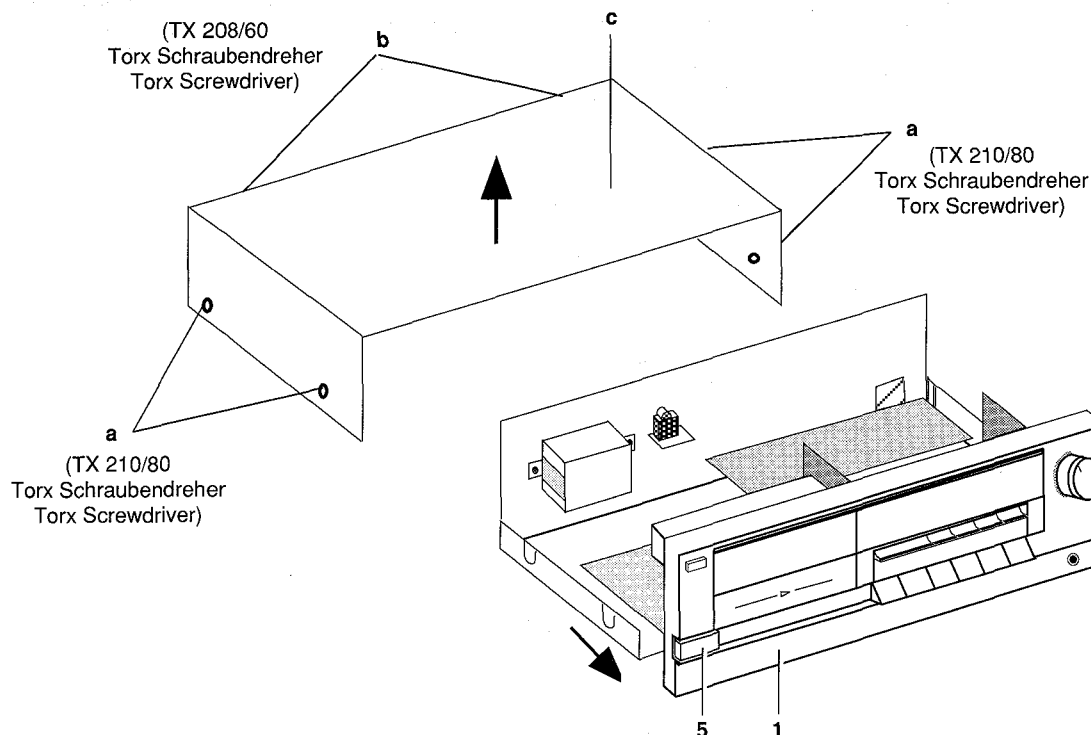

Abb. 5
1. Gehäuseoberteil abnehmen (Abb. 5)
1. Removal of the top of the cabinet (Fig. 5)
4. Laufwerk (Record-Playback) ausbauen, (Abb. 5 und 7)
- Netztaste 5, Abb. 5 abziehen
4. Disassembly of the drive mechanism (Rec/Play, Fig. 5 and 7)
- Pull the Power button 5 off, Fig. 5.